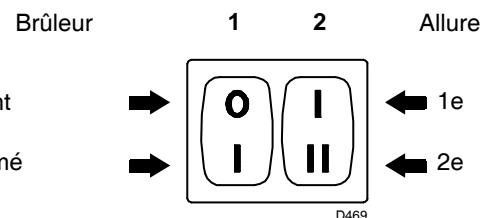

Fig. 20
- Faire démarrer le brûleur en fermant les télécommandes et en plaçant l'interrupteur 1)(Fig. 20 à la page 19) sur la position "ALLUME". La pompe doit tourner dans le sens indiqué par la flèche dessinée sur le couvercle.
- Lorsque le fioul déborde de la vis 3), la pompe est amorcée. Refermer le brûleur : interrupteur 1)(Fig. 20 à la page 19) sur "ETEINT" et serrer la vis 3).
Mettre l'interrupteur 1)(Fig. 20) sur la position "ALLUME".